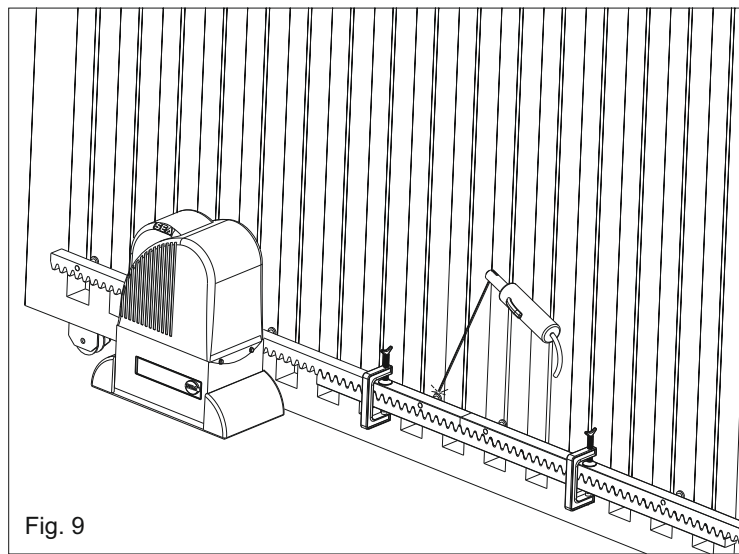

Fig. 9
**5.4.** S'assurer que tous les éléments de la crémaillère sont parfaitement alignés et positionnés correctement (denture en phase). Il est conseillé d'opposer à deux éléments successifs un troisième comme indiqué dans Fig. 9;